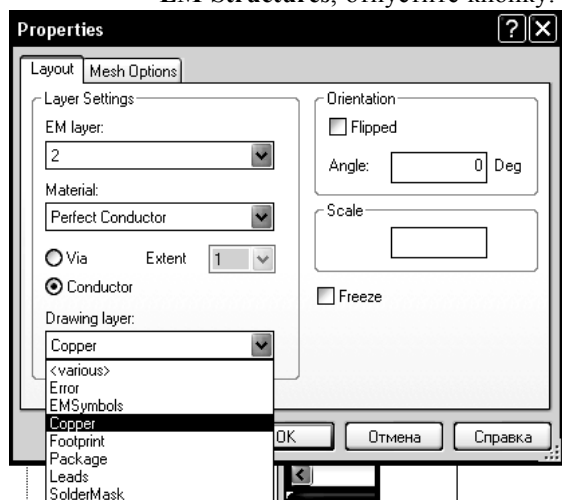

Рис. 5.52
5. Установите курсор мышки на любой выделенный элемент топологии, щёлкните правой кнопкой мышки и выберите **Shape Properties**. В поле **Drawing Layer** открывшегося окна введите **Copper**, щелкнув по кнопке в конце этого поля (рис. 5.52). Нажмите **OK**.
ленный элемент топологии, щёлкните правой кнопкой мышки и выберите **Shape Properties**. В поле **Drawing Layer** открывшегося окна введите **Copper**, щелкнув по кнопке в конце этого поля (рис. 5.52). Нажмите **OK**.